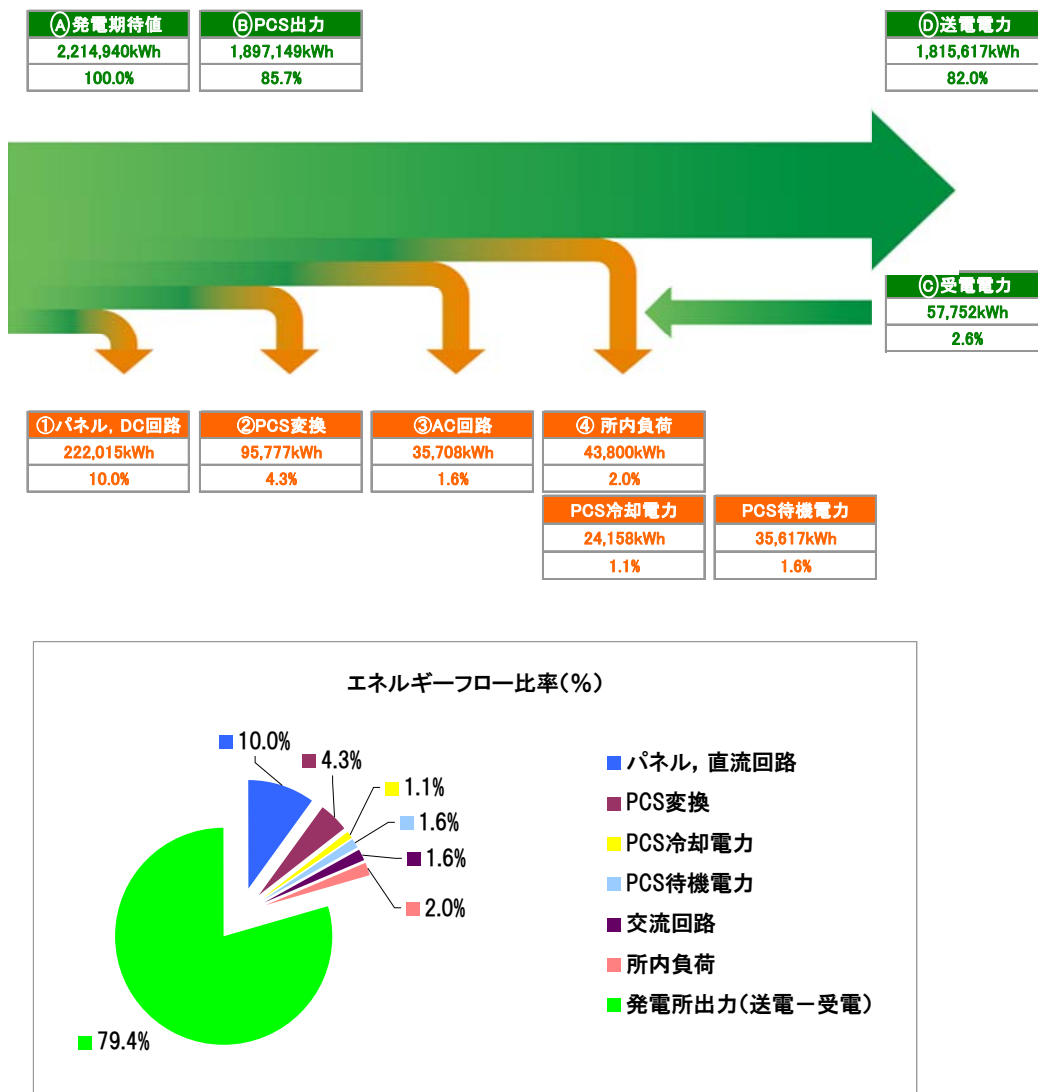

図1-3 発電量推定結果（事例①）
1.2のように各種情報の入力を完了後、同シートにあります『傾斜面日射量』ボタンをクリックしてください。太陽電池に照射される日射量が算出され、同時に太陽光発電システムから得られる電力量の推定値が『PV発電所エネルギーフロー』シートに出力されます。（図1-3参照）